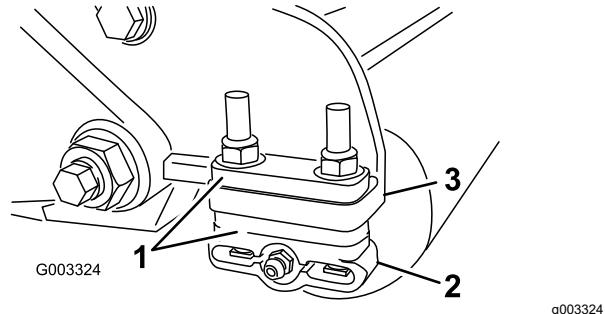

Figure 12
1. Réglez les supports du rouleau arrière (Figure 12) à la plage de hauteur de coupe voulue en plaçant le nombre correct d'entretoises sous la bride de fixation de la plaque latérale (Figure 12) en vous reportant au Tableaux de sélection des hauteurs de coupe et des contre-lames \(page 13\).